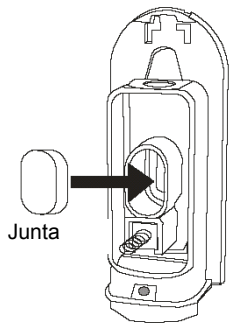

Figura 4
- Introducir la junta ovalada de goma (entregada con el equipo) como se ve en la figura 4.